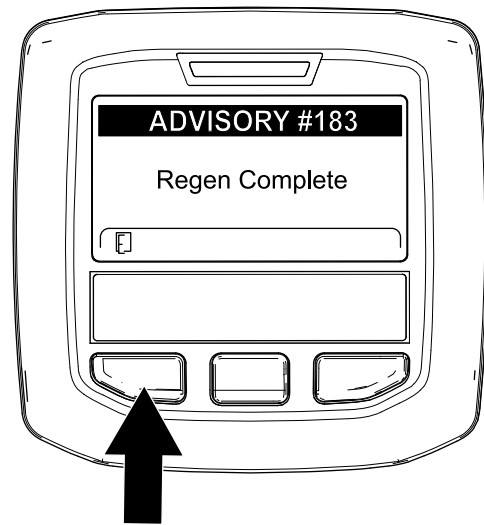

Figura 68
9. Quando il computer del motore completa una rigenerazione parcheggiata o una rigenerazione di recupero, l'InfoCenter visualizza il messaggio ADVISORY #183 (Figura 68). Premete il pulsante sinistro per uscire e tornare alla schermata Home.